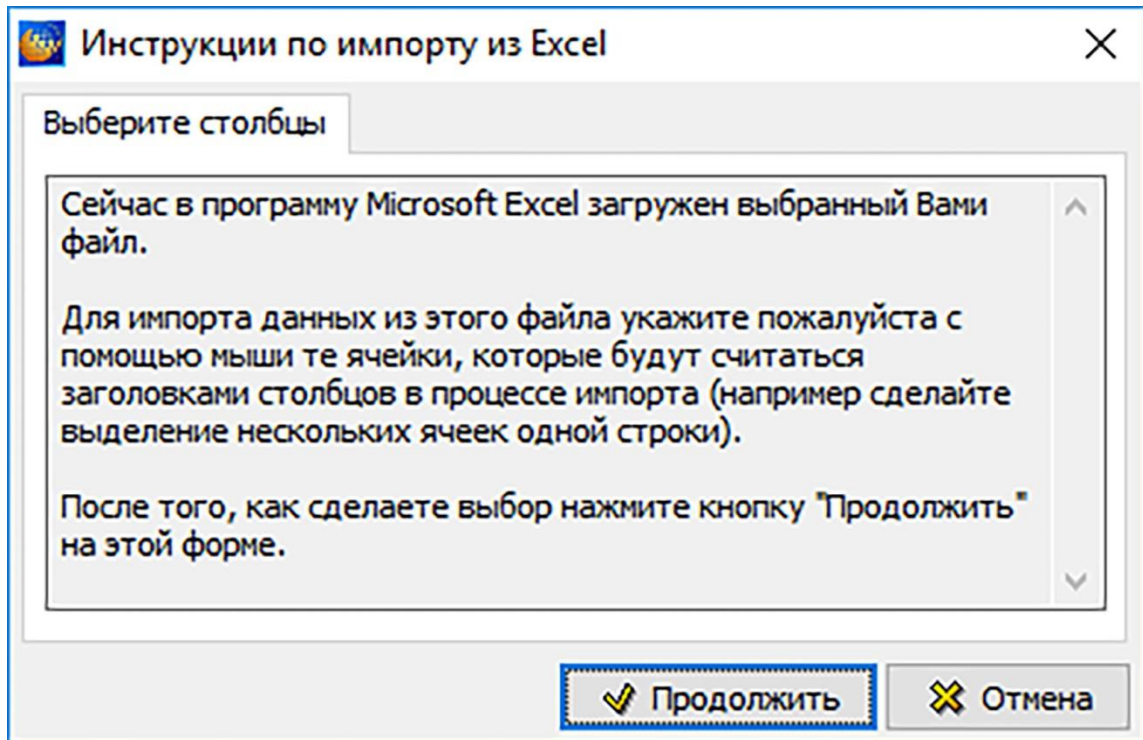
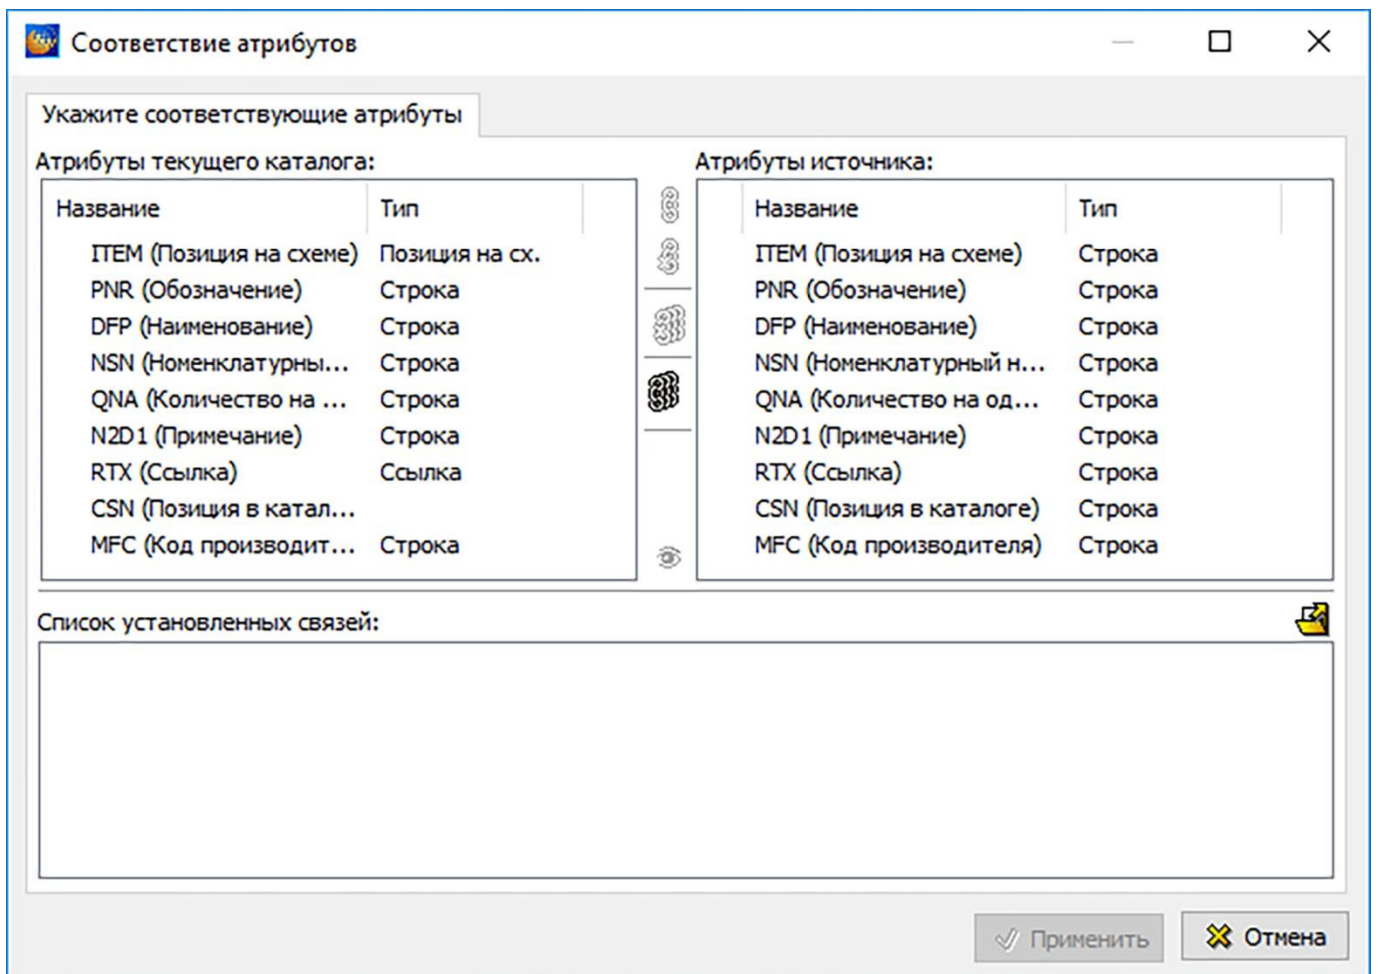

Рисунок 439
Рисунок 440
6) В окне **Инструкции по импорту из Excel** нажмите на кнопку **Продолжить** (рисунок 439). После этого появится диалоговое окно **Соответствие атрибутов** (рисунок 440).